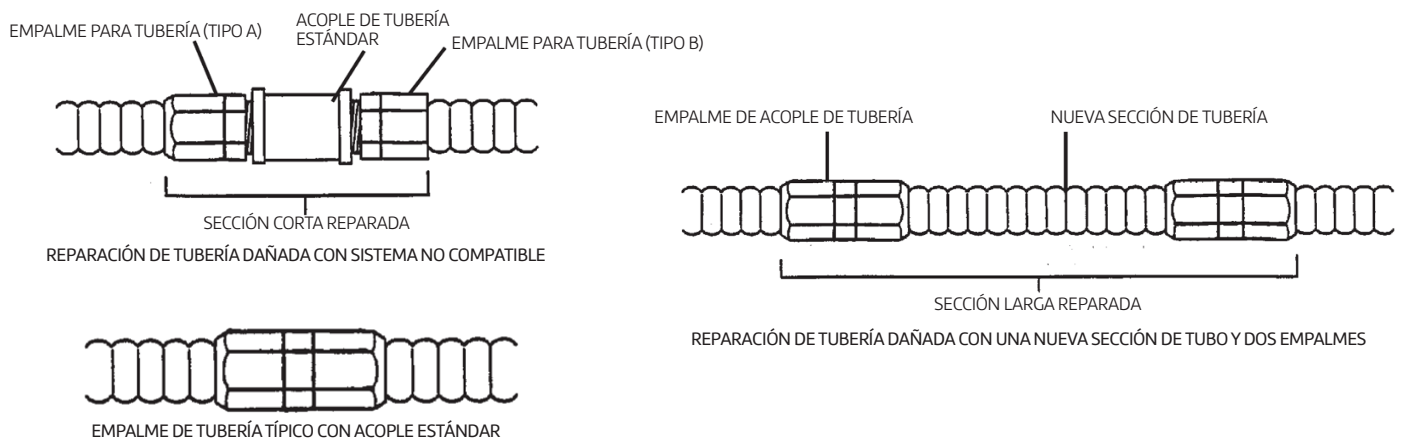

Figura 6.4 MÉTODOS DE REPARACIÓN
**Método 2:** Retirar la sección del tubo que esté dañada y repararla o reemplazarla como se ilustra en la figura 6.4.